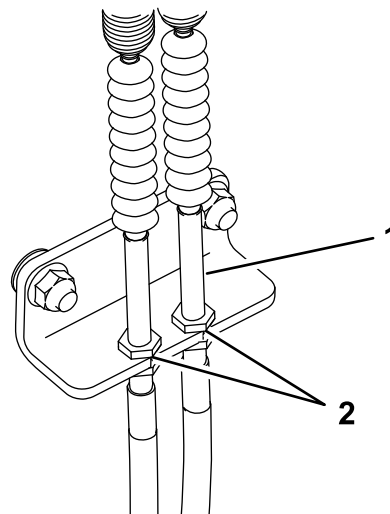

Figura 44
- Dentro del lado izquierdo de la torre de control, ajuste las tuercas hasta que los cables estén ceñidos (Figura 44).